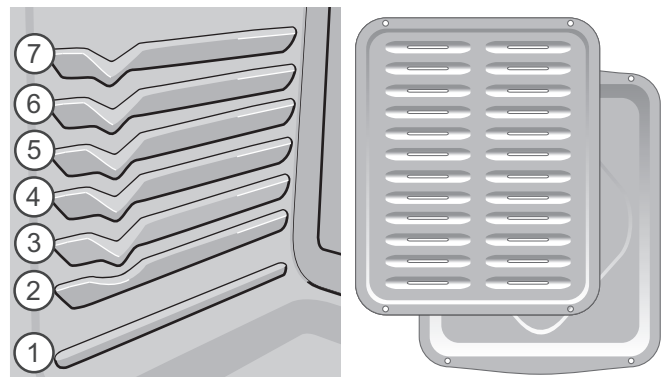

Figura 25: Posiciones de la parrilla de asar y de la asadera con inserto
2. Coloque los utensilios en el horno en la posición de parrilla preferida. (Figura 25).